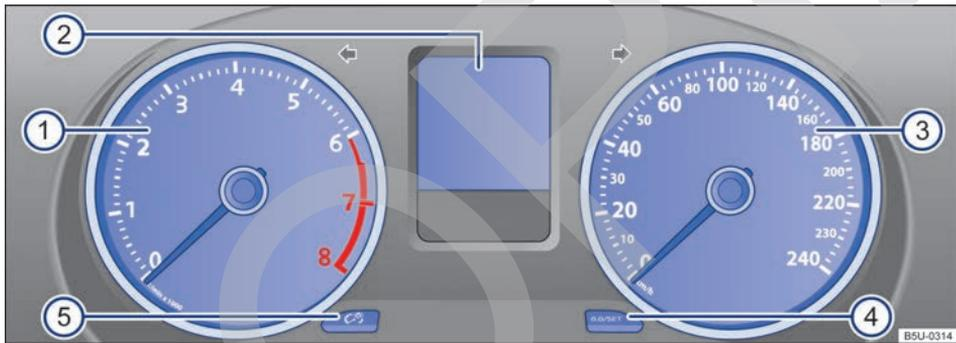
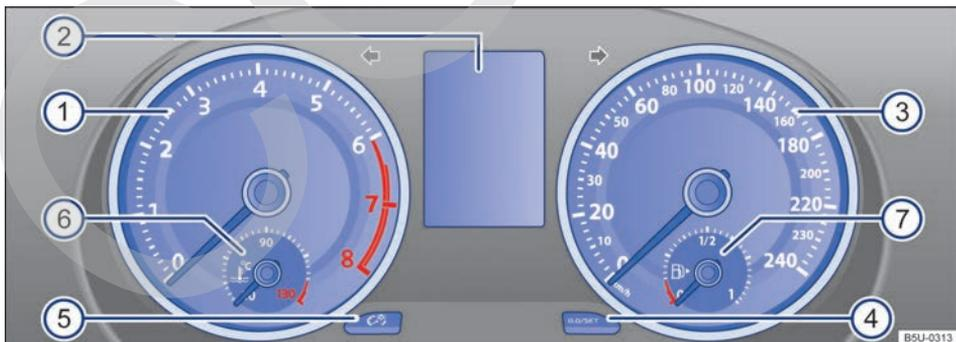

Fig. 9 Instrumento combinado en el panel de instrumentos (variante 1).
Fig. 10 Instrumento combinado en el panel de instrumentos (variante 2).
Significado de los instrumentos → fig. 9 y → fig. 10:
Según los equipos del vehículo, es posible visualizar diferentes tipos de información en el display del panel de instrumentos → fig. 9 ② o → fig. 10 ②:
El indicador del intervalo de servicio aparece en el display del instrumento combinado → fig. 9 ② o → fig. 10 ②.